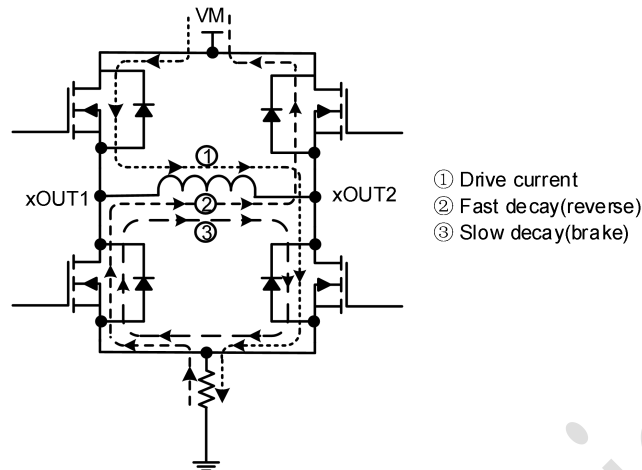

图 2. 衰减模式
在 PWM 斩波过程中，H 桥驱动电流通过电机绕组，直到达到 PWM 斩波阈值。这在图 2 中显示为①。电流流向显示为正电流流向。一旦达到斩波电流阈值，H 桥可以工作在两种不同的状态，快速衰减或缓慢衰减。
在快速衰减模式下，一旦达到 PWM 斩波电流水平，H 桥变为反转状态，允许绕组电流反向流动。当绕组电流接近零时，电桥被关闭以防止任何反向电流流动。快速衰减模式如图 2 中②所示。
在慢衰减模式下，绕组电流通过电桥中的两个低侧 FET 重新循环。这在图 2 中显示为③所示。